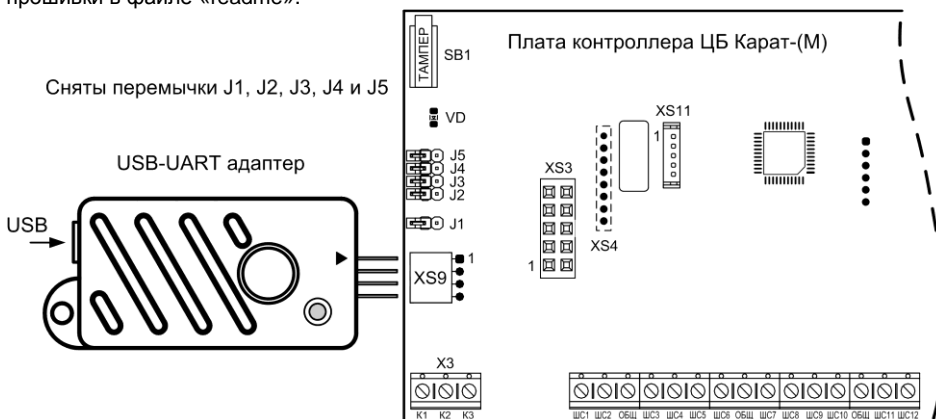

Рис.8 Подключение USB-UART адаптера к ЦБ при обновлении прошивки
- Для смены прошивки необходимо запустить утилиту «KaratUpd», обесточить ЦБ, подключить плату контроллера ЦБ к компьютеру с помощью USB-UART адаптера (рис.8) и USB-кабеля.
- Далее переведите прибор в режим «Обновления прошивки» - снимите (разомкните) переключки J2, J3, J4, J5 и J1 на плате контроллера ЦБ (табл.11, рис.8) и включите прибор.